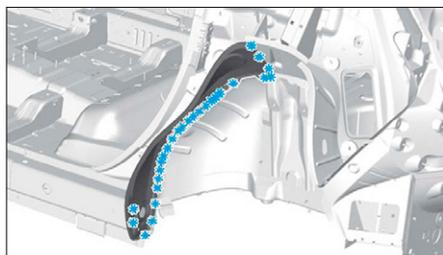

FIG. 191
- Dépointer et fraiser comme illustré (Fig.191).